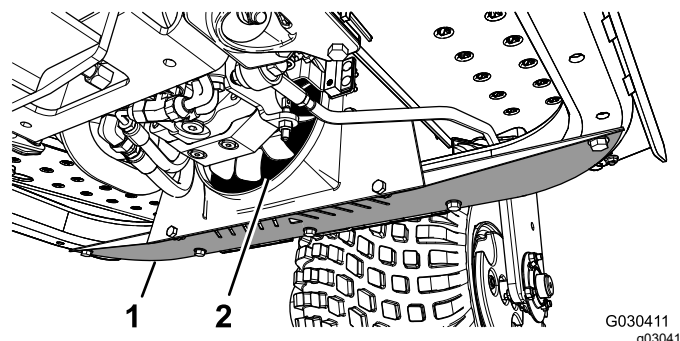

Figura 44
1. Remova o resguardo inferior (Figura 44).
2. Utilizando uma vareta, sopre ar comprimido entre as pás da ventoinha (Figura 44) para forçar o material a sair pela direção em que entrou.